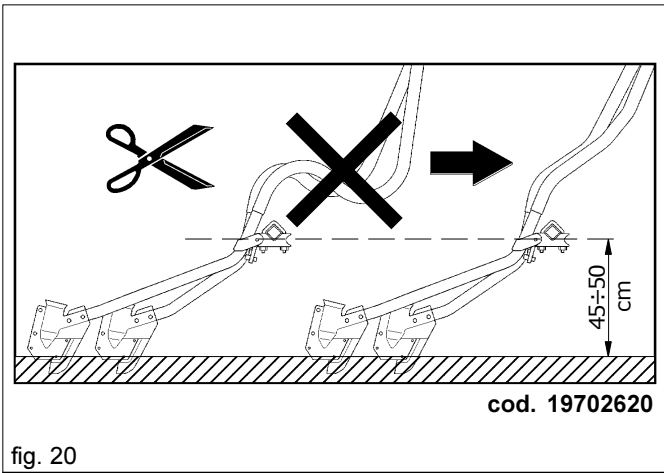

fig. 20
- 2) Regule los puntos (A) y (B) Fig.18 de la sembradora de modo que la barra de sostén de los elementos de siembra se encuentre a una altura de alrededor de 45±50 cm del suelo (Fig. 20) y, simultáneamente, que no interfiera con el rodillo trasero del equipo